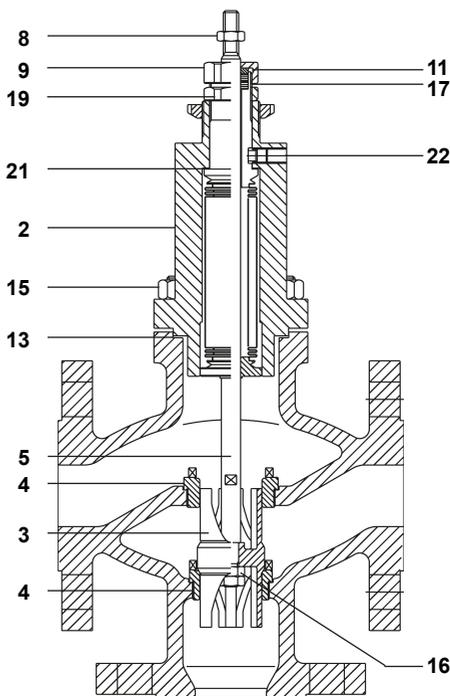

Fig. 9 - Valvola miscelatrice
4.3.2 Procedura per sostituire il gruppo soffierto - stelo, otturatore e sedi - Valvole miscelatrici (Fig. 9)